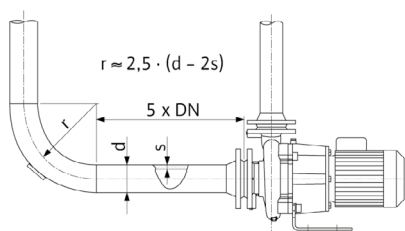

Рис. 4: Участок выравнивания потока перед и за насосом
- Подключение к сети зависит от мощности двигателя P2, сетевого напряжения и типа включения. Требуемое переключение соединительных перемычек в клеммной коробке можно определить по следующей таблице, а также Рис. 4 и Рис. 5.